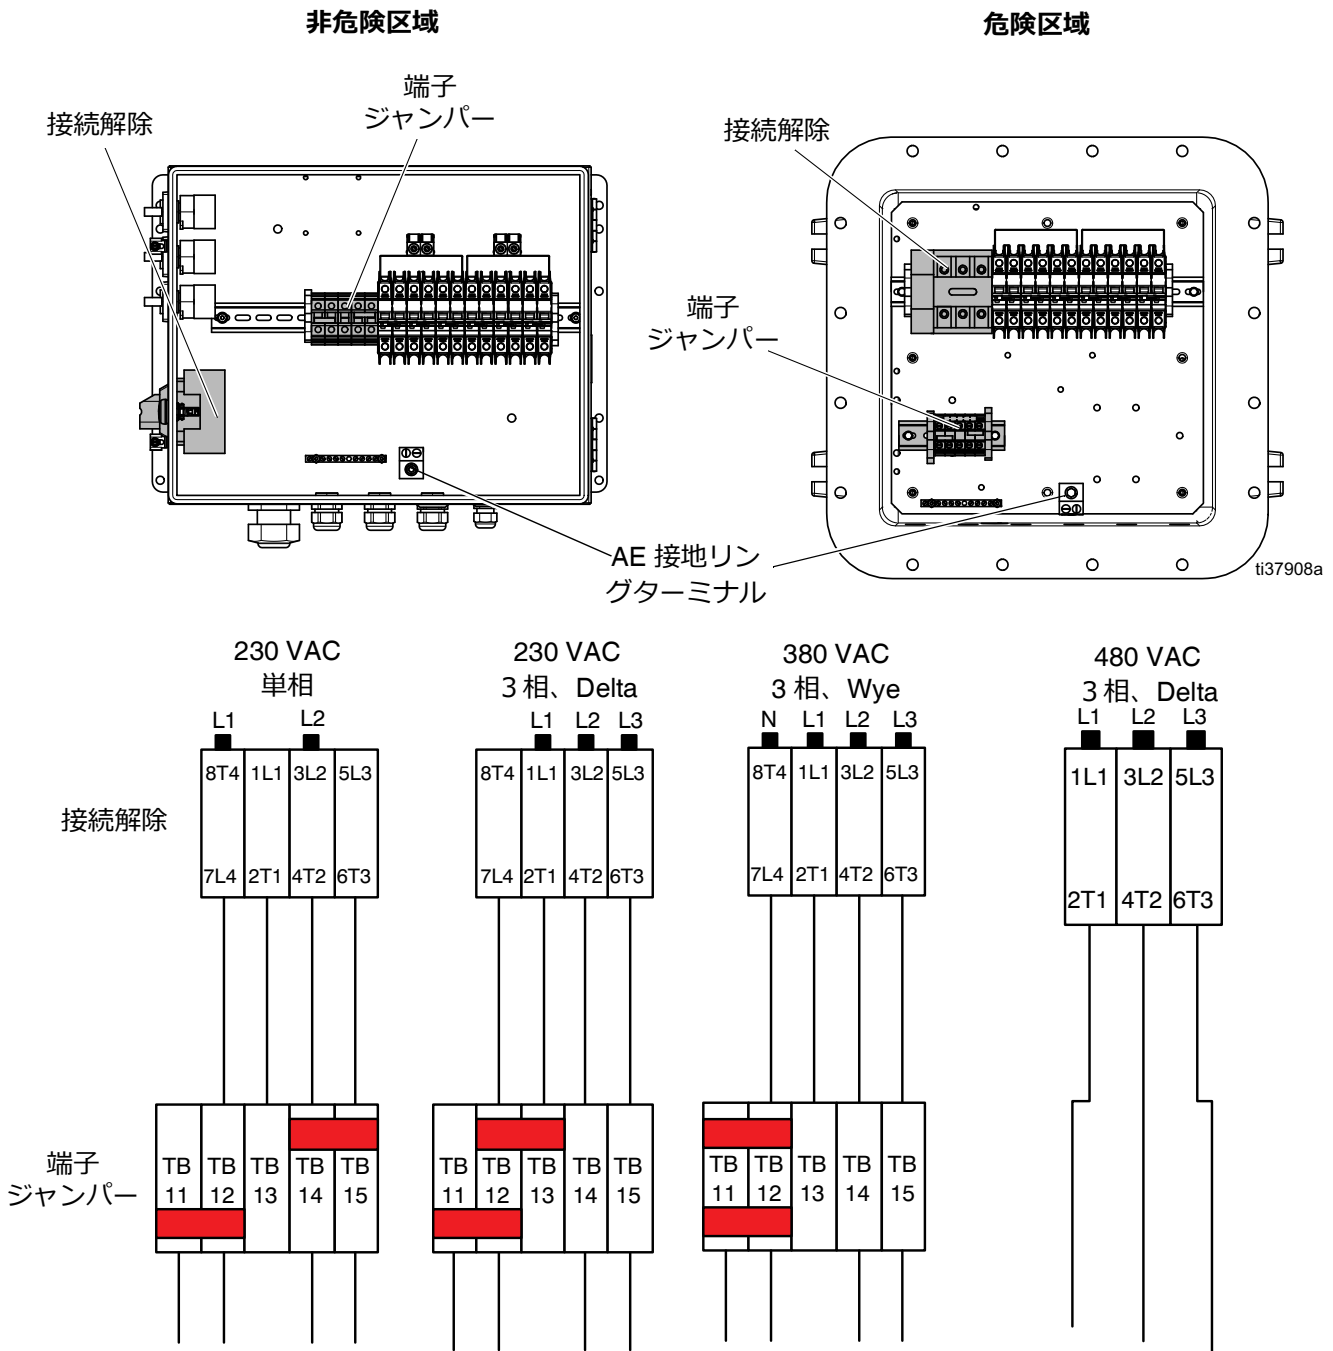

図 7: XM 配線図
4. 接地線を接地端子 (GT) に接続します。図 7 (30 ページ) を参照してください。
5. 図 7 (30 ページ) のように電源コードを接続されていない箇所に接続します。導体を 55 in-lb (6.2 N•m) で締め付けます。全ての接続部分を、適切に固定されているか確認するため、そっと引っ張ります。
6. **非危険区域のみ:** ストレインリリーフ (BH) を締めます。
7. 供給された端子ジャンパーを図 7 (30 ページ) で示されている箇所に取り付けます。
8. 全ての品目が図 7 (30 ページ) の通りに適切に接続されていることを確認してから、ジャンクションボックスのドアを閉めます。